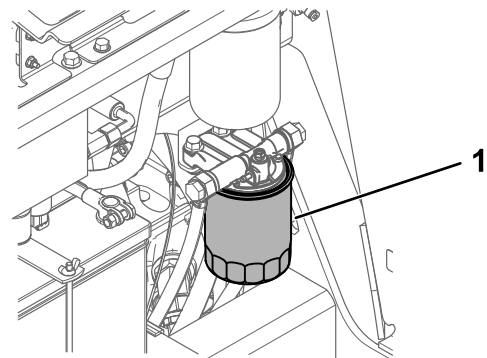

Figure 60
5. Placez un bac de vidange propre sous la cartouche du filtre à carburant (Figure 60).